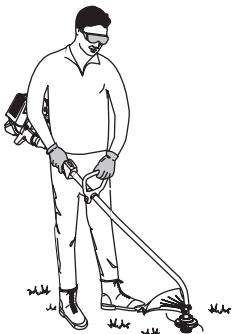

Fig. 16
3. Tenez l'appareil en position de fonctionnement (Fig. 16). Repositionnez au besoin la poignée en D de manière à assurer la meilleure prise possible.
Votre appareil est livré avec une bouteille d'huile SAE 30 SF, SG, SH de 90 ml (3,04 oz) (Fig. 16).
Avant de faire marcher l'appareil, tenez-vous en position de fonctionnement (Fig. 16). Vérifiez les points suivants: